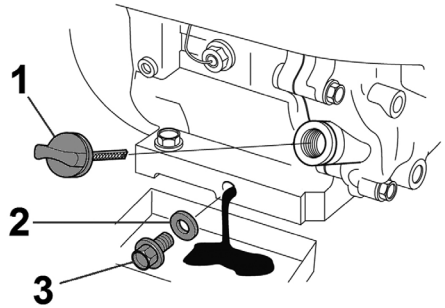

Рис. 16 Замена моторного масла
3. Открутите пробку для слива масла Рис. 16 и слейте отработанное масло в подготовленную для этого емкость.